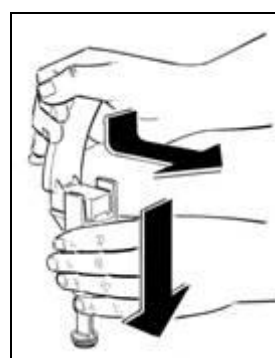

Fig. 5
- **S**comporre il rubinetto in tutti i suoi componenti tenendo premuto verso il basso il corpo e sfilando la leva dalla propria sede (fig.5).